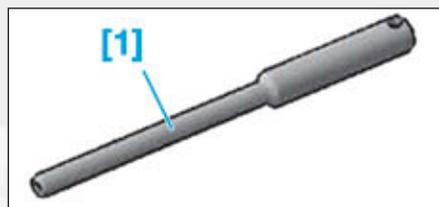

FIG.1
- [1]. Pige de calage de la poulie de vilebrequin (Ø5mm) (réf : 0194-A) (Fig.1).